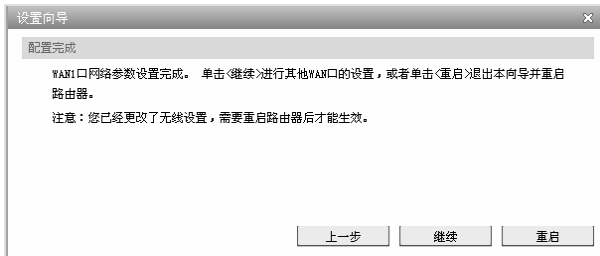
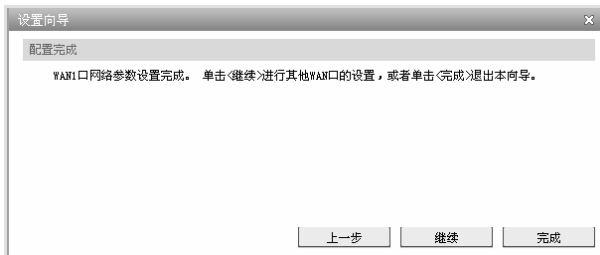

图 5-10 配置完成-重启
图 5-11 配置完成-完成
8. 设置完成后，单击“下一步”，如果更改了无线设置，将出现图 5-10所示的配置完成界面，单击“重启”使无线设置生效，或者单击“继续”进行其他WAN口的设置。如果没有更改无线设置，将出现图 5-11所示的配置完成界面，单击“完成”退出设置向导，或者单击“继续”进行其他WAN口的设置。